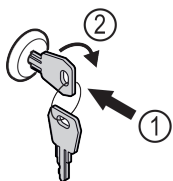

Fig. 191 Beispielhafte Darstellung
- ▶ Schlüssel hineindrücken Fig. 191 (1).
- ▶ Schlüssel um 90° im Uhrzeigersinn drehen Fig. 191 (2).